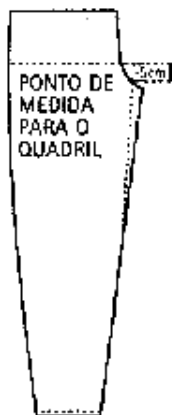
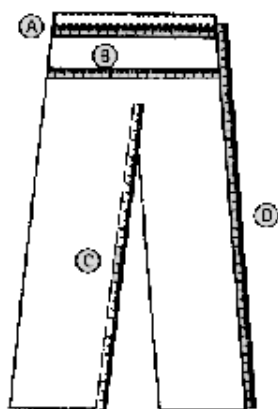

Figura 1
Figura 2
- B. QUADRIL: a 5 cm da junção das pernas no gancho dianteiro (com a calça dobrada e ganchinho relaxado, ver figura 1), medir de um lado a outro do quadril (ver figura 2).